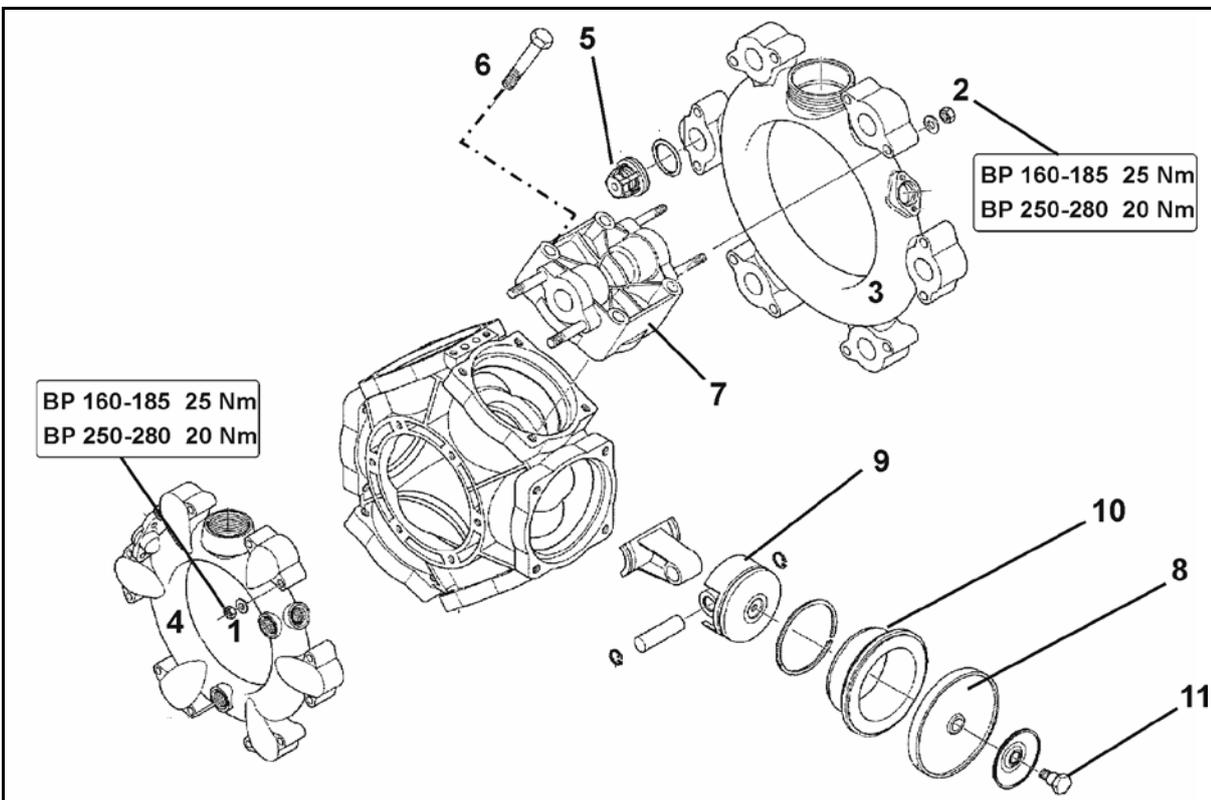

Fig. 185
- Überprüfen Sie die Kolbenmembrane (Fig. 185/8) mindestens einmal jährlich durch Demontage auf ihren einwandfreien Zustand.
- Achten Sie auf die jeweilige Einbaulage der saug- und druckseitigen Ventile, bevor Sie die Ventilgruppen (Fig. 185/5) herausnehmen.
- Tauschen Sie grundsätzlich alle Kolbenmembrane (Fig. 185/8) aus, auch wenn nur eine Kolbenmembrane gequollen, gebrochen oder porös ist.
2. Muttern (Fig. 185/1, 2) lösen.
3. Saug- und Druckkanal (Fig. 185/3 und Fig. 185/4) abnehmen.
4. Ventilgruppen (Fig. 185/5) herausnehmen.
5. Entfernen Sie die Schrauben (Fig. 185/6).
6. Nehmen Sie den Zylinderkopf (Fig. 185/7) ab.
7. Überprüfen Sie die Kolbenmembrane (Fig. 185/8).
- Befestigen Sie die Kolbenmembrane (Fig. 185/8) derart mit Haltescheibe und Schraube (Fig. 185/11) am Kolben (Fig. 185/9), dass der Rand zur Zylinderkopfseite (Fig. 185/7) weist.
- Die Muttern (Fig. 185/1,2) unbedingt kreuzweise mit dem angegebenen Drehmoment anziehen. Unsachgemäßes Anziehen der Muttern führt zu Verspannungen und somit zur Undichtigkeit.
1. Schraube (Fig. 185/11) lösen und Kolbenmembrane (Fig. 185/8) zusammen mit der Haltescheibe vom Kolben (Fig. 185/9) abnehmen.
3. Nehmen Sie den Zylinder (Fig. 185/10) aus dem Pumpengehäuse heraus.
6. Setzen Sie den Zylinder (Fig. 185/10) wieder in das Pumpengehäuse ein.
7. Kolbenmembrane (Fig. 185/8) montieren.
8. Zylinderkopf (Fig. 185/7) an Pumpengehäuse anflanschen und Schrauben (Fig. 185/6) gleichmäßig über Kreuz anziehen.
9. Ventilgruppen (Fig. 185/5) nach Prüfung und Reinigung montieren.
11. Saug- (Fig. 185/3) und Druckkanal (Fig. 185/4) an das Pumpengehäuse anflanschen.
12. Ziehen Sie die Muttern (Fig. 185/1,2) kreuzweise mit einem Drehmoment von **25 Nm (BP 160-185) / 20 Nm (AR 250-280)** an.